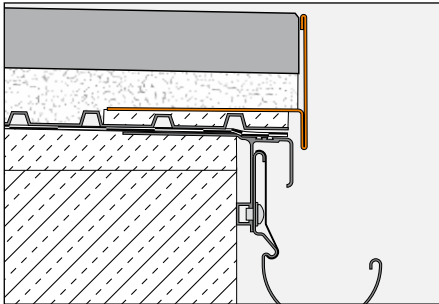

Abb. 1
Verarbeitung für Verlegung von selbsttragenden Plattenelementen auf Mörtelauflagepunkten oder Kies-/Splittbett (Abb. 1 bis 3)
3.1 Bei einer Verwendung von Schlüter®-BARA-RT als Kiessangleiste (Abb. 1) wird die Kiesschüttung entsprechend der Belagsdicke unterhalb der Oberkante des vertikalen Profilschenkels abgezogen.